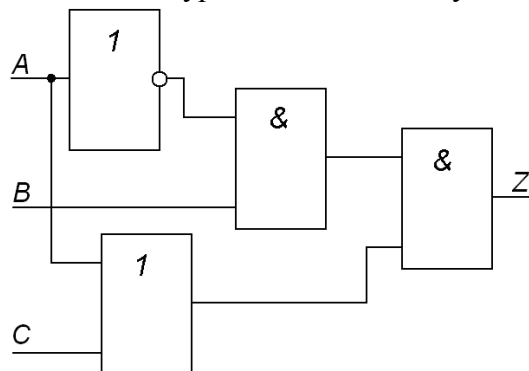

Рис. 9. Цифровая схема.
41. Составьте уравнение и таблицу истинности для схемы рис. 9.